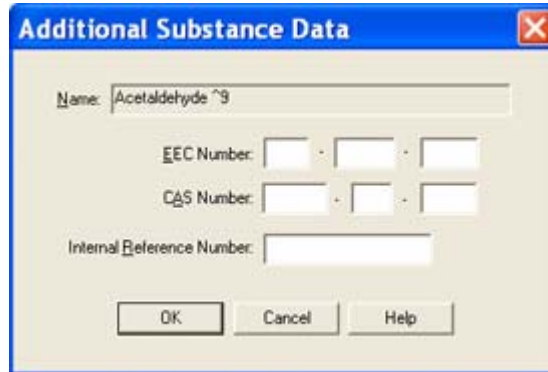

Abbildung 3-3. Daten über Zusatzsubstanzen
6. (Optional:) Klicken Sie auf **Weitere Substanzdaten**, um das Dialogfeld **Daten über Zusatzsubstanzen** anzuzeigen (Abbildung 3-3).